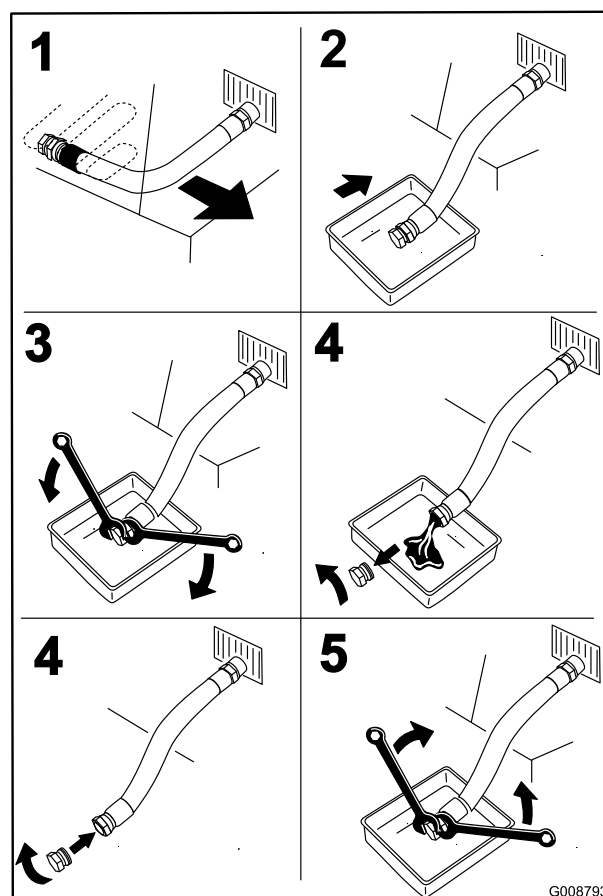

Figura 51
- Prima di scendere dal posto di guida dell'operatore, spegnete il motore, toglie la chiave di accensione e attendete che si fermino tutte le parti in movimento (Figura 51).